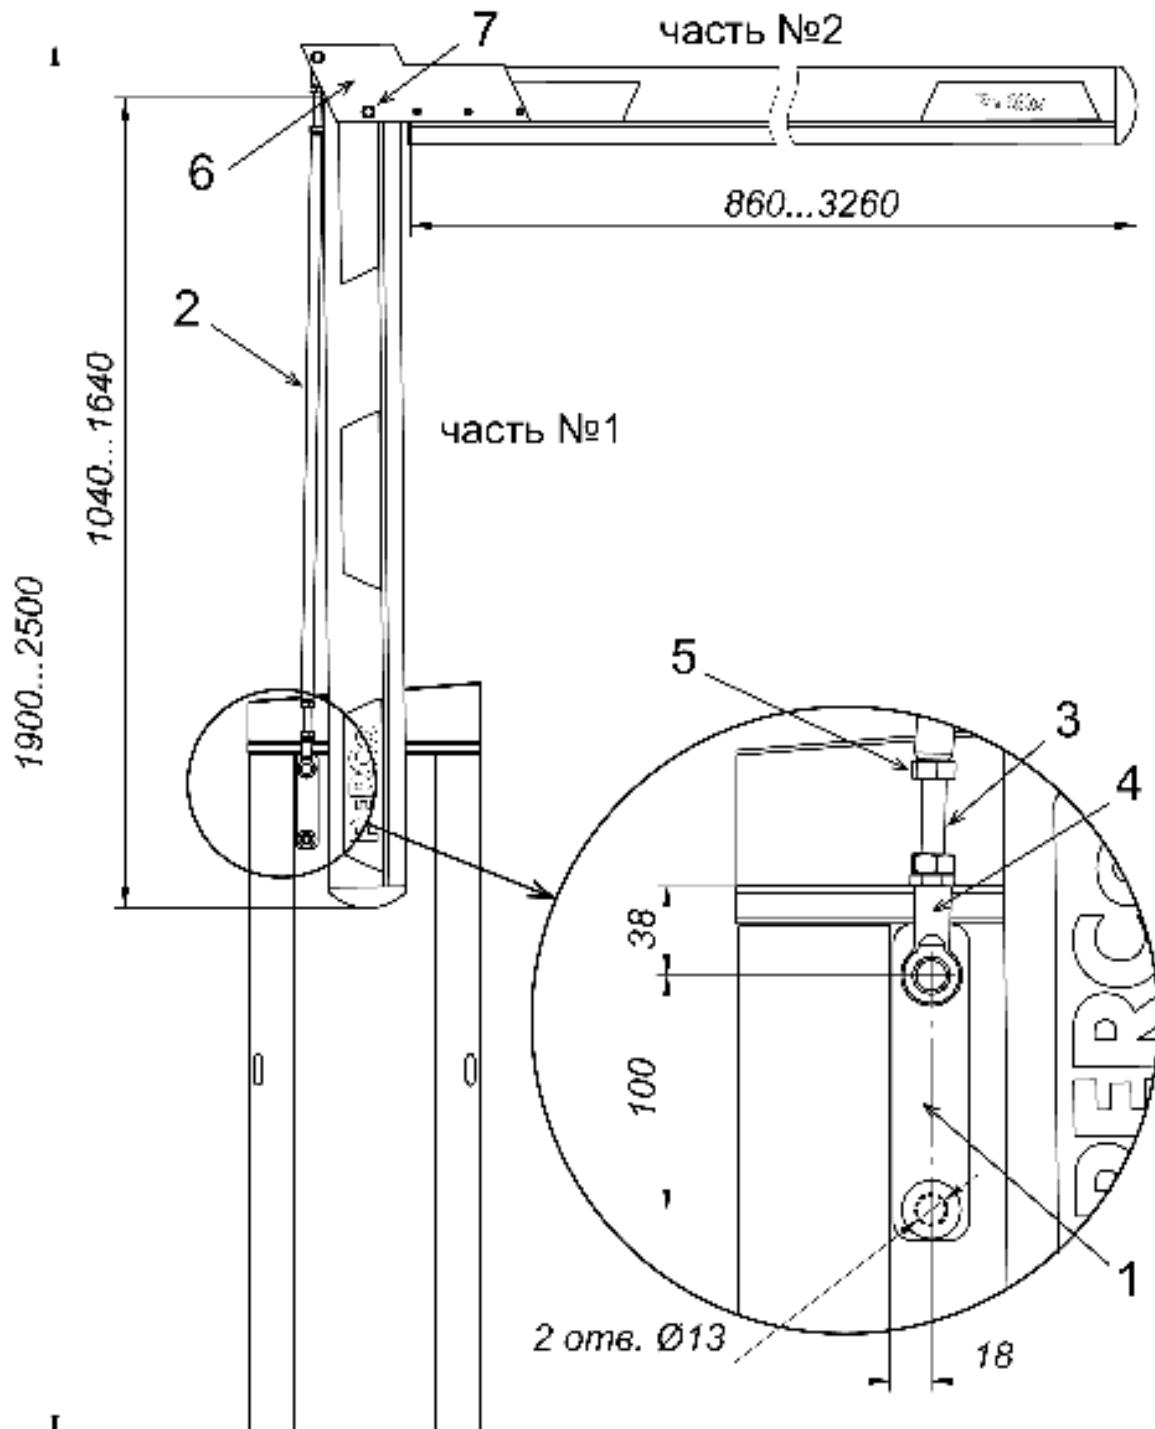

Рисунок 1. Шлагбаум PERCo-GS04 с установленной стрелой PERCo-GBO и шарниром PERCo-GBF1
Порядок монтажа стрелы **PERCo-GBO3.0** на шлагбауме **PERCo-GS04** или **PERCo-GBO4.3** – см. в Руководстве по эксплуатации **PERCo-GS04**. Необходимо учитывать, что минимальная высота шлагбаума со сгибающейся стрелой – 1900 мм, максимальная – 2500 мм, без учета высоты фундамента (см. рис. 1).
- Просверлите в корпусе шлагбаума два отверстия под крепление пластины в соответствии с рис. 1, используя шаблон №1 из комплекта поставки. При необходимости вращения стрелы в противоположную сторону необходимо просверлить отверстия с противоположной стороны корпуса.
- Исходя из габаритов проезда, разрежьте стрелу **PERCo-GBO** на две части №1 и №2, возможные размеры частей указаны на рис. 1. Учитывайте начало и конец стрелы. Для ровного разреза ножковкой по металлу используйте стусло.